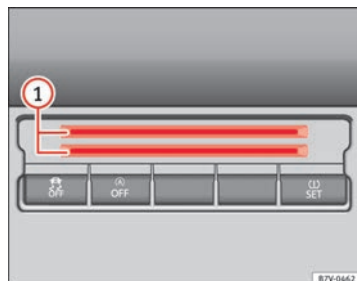

Fig. 107 Parte inferior de la consola central: compartimento para tarjetas.
En la parte inferior de la consola central hay un compartimento → fig. 107 ① para depositar monedas, tarjetas, resguardos de aparcamiento o similares.